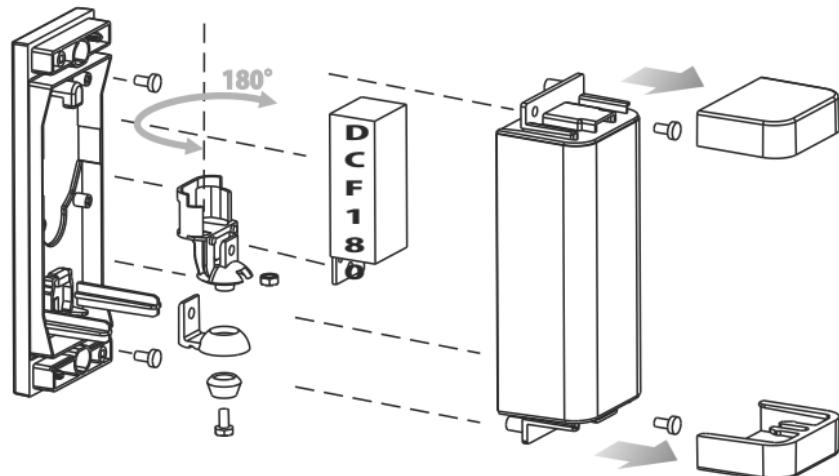
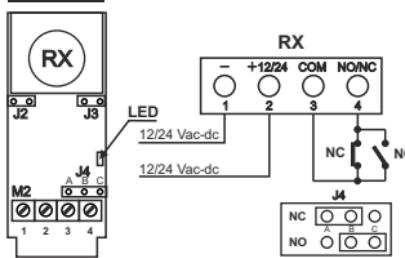

FIG. 1
FIG. 2
Effectuer les branchements comme indiqué sur la **Fig. 1 (RX)** **Fig. 2 (TX)**. Fixer la cellule photoélectrique et l'alimenter avec une tension comprise entre 12 et 24 V cc/ca. Couvrir la cellule photoélectrique à l'aide du panneau avant et fixer ce dernier à l'aide des vis fournies en équipement. Couper le rayon plusieurs fois et contrôler la bonne réponse du relais.
Voer de aansluitingen uit zoals aangegeven in **Fig. 1 (RX)** **Fig. 2 (TX)**. Bevestig de fotocel en voed met een spanning begrepen tussen 12 en 24 V dc/ac. Dek de fotocel af met de voorzijde en zet deze vast met de bijgeleverde schroeven. Onderbeek de bundel meerdere malen om de correcte reactie van het relais te controleren.